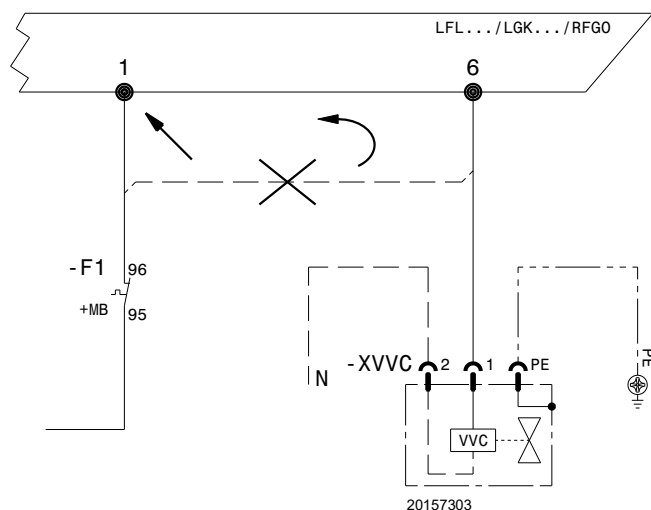

Fig. 6
- Brancher l'alimentation de la vanne fournie avec le kit à la borne 6 de la boîte de contrôle à l'endroit où a été précédemment enlevée la commande moteur (Fig. 6) ;